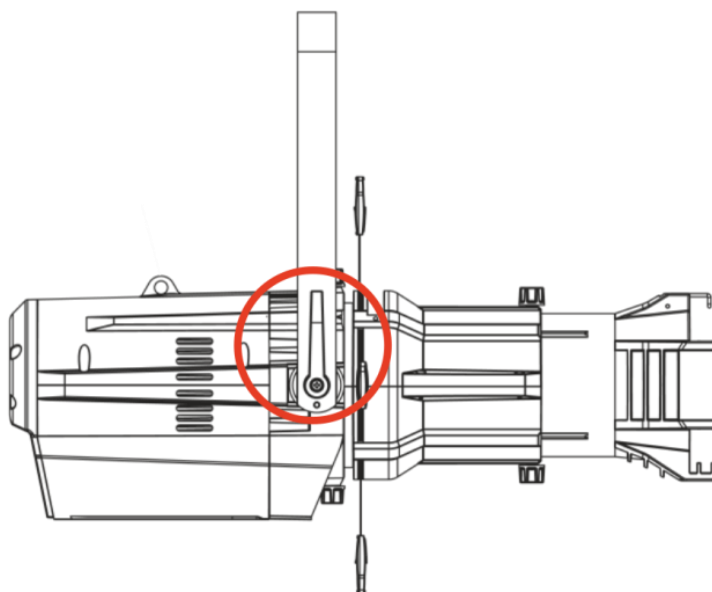

Fig. 10
- 02) Incline el dispositivo hasta la posición deseada (Fig. 10).